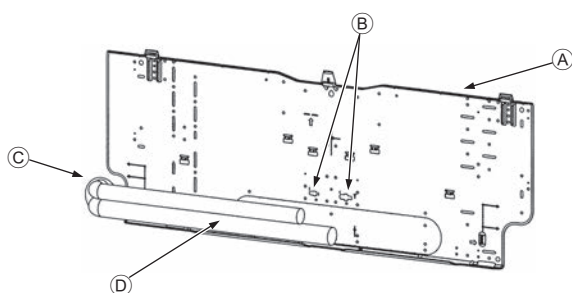

Fig. 3-5
- D Tornillos de fijación (4 × 25) ②
- F Placa de montaje ①
3.3. Cuando coloque los tubos en la pared (Fig. 3-5)
- A Placa de montaje ①